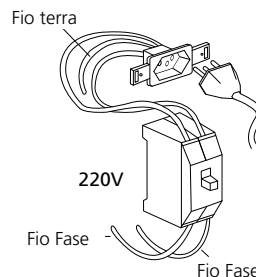

Fig. 11
- Se o sistema elétrico 220 V, de sua residência, for de duas fases, utilizar um disjuntor termomagnético bipolar de 16 A (fig. 11). Devido a norma de segurança, recomendamos a utilização do dispositivo de proteção interruptor diferencial residual (DR, $I_n=25$ A, $I_n(\text{sensibilidade})=30$ mA).